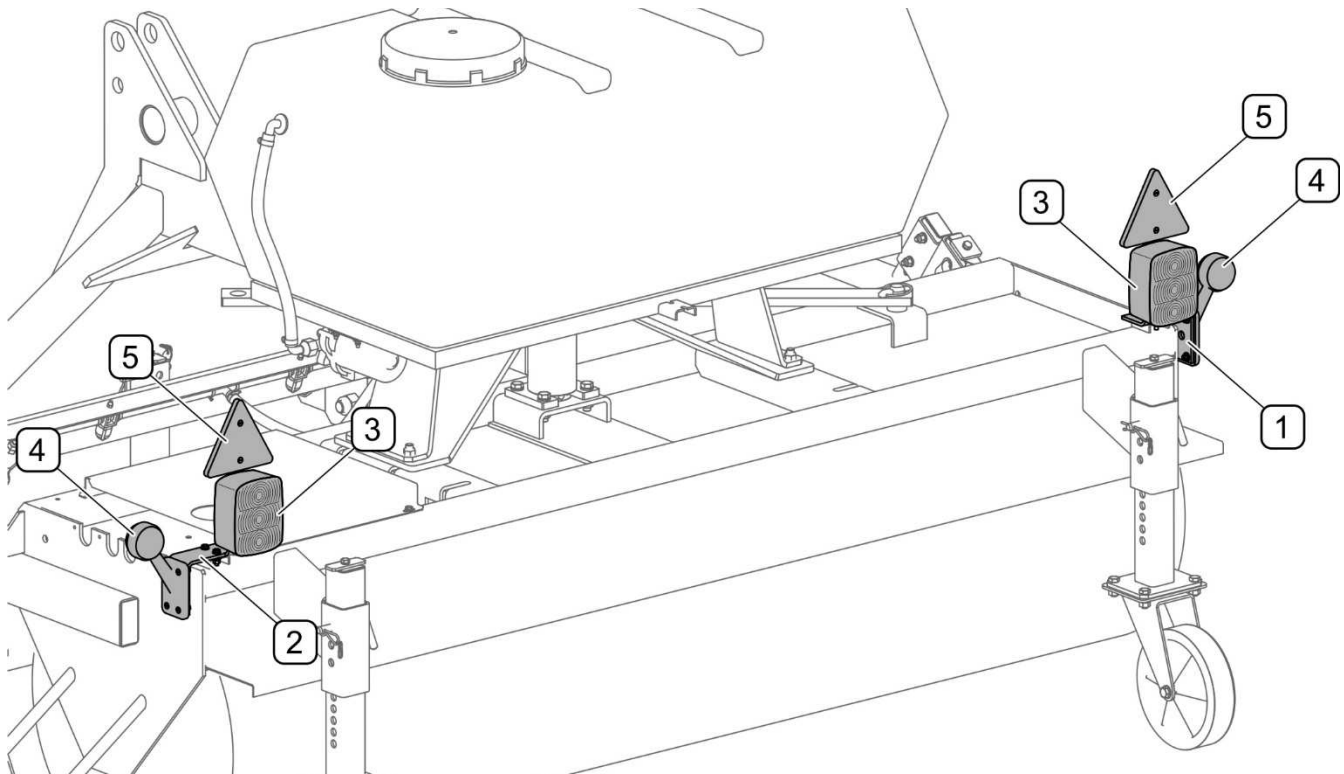

FIGURE 4.12 Éclairage supplémentaire installé à l'arrière de la balayeuse (option)
(1) - support; (2) - panneau d'avertissement *véhicules lents* (ne constitue pas l'équipement de la machine)
- Si la balayeuse cache l'éclairage du tracteur, il faut utiliser l'éclairage supplémentaire (FIGURE 4.12) installé à l'arrière de la balayeuse (disponible en tant qu'option).